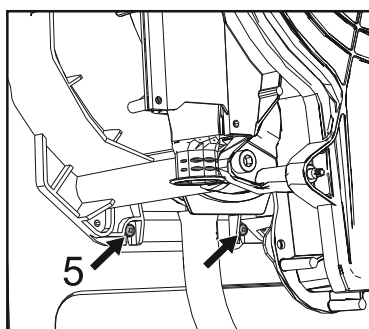

fig. 57 -
- Slăbiți cele 2 șuruburi inferioare "5" care fixează schimbătorul pe cadru („fig. 57 -”)